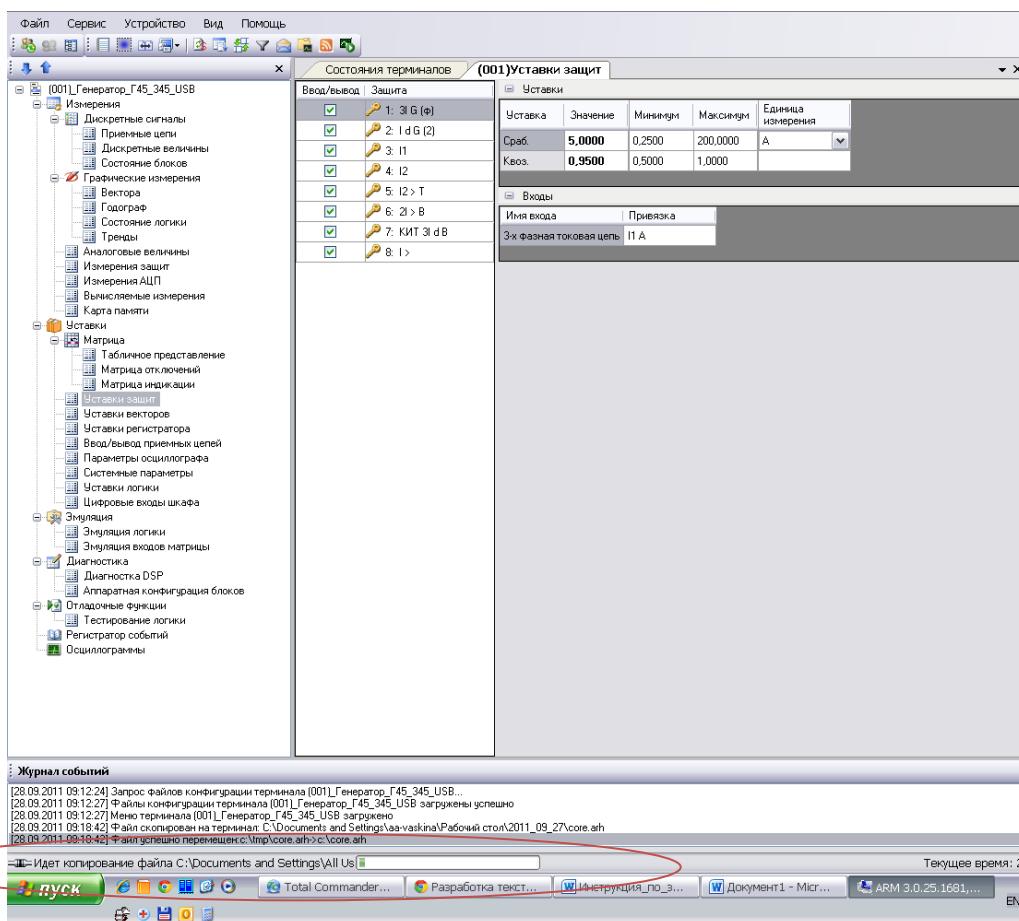

Рисунок 6.3 – Процесс копирования файла
6.2.5 Подождать, пока скопируется файл **core.arh**. Процесс контролируется внизу окна строкой состояния копирования (см. рисунок 6.3).